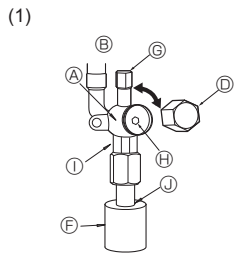
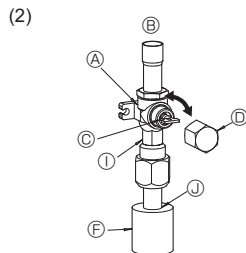

Fig. 4-6
Fig. 4-7
- (1) Βαλβίδα διακοπής υγρού (Fig. 4-6)
- ① Βγάλτε το καπάκι και περιστρέψτε το στέλεχος της βαλβίδας προς τα αριστερά έως το τέρμα χρησιμοποιώντας ένα εξαγωνικό κλειδί 4 mm. Σταματήστε να περιστρέφετε έως ότου φτάσει στον αναστολέα. (Περίπου 10 στροφές)
- ② Βεβαιωθείτε ότι η βαλβίδα διακοπής είναι εντελώς ανοιχτή, και περιστρέφοντας επαναφέρατε το καπάκι στην αρχική του θέση.
- (2) Βαλβίδα διακοπής αερίου (Fig. 4-7)
- ① Βγάλτε το καπάκι, τραβήξτε τη λαβή προς την πλευρά σας και περιστρέψτε κατά το 1/4 της στροφής προς τα αριστερά για να ανοίξει.
- ② Βεβαιωθείτε ότι η βαλβίδα διακοπής είναι εντελώς ανοιχτή, πιέστε μέσα τη λαβή και περιστρέφοντας επαναφέρατε το καπάκι στην αρχική του θέση.